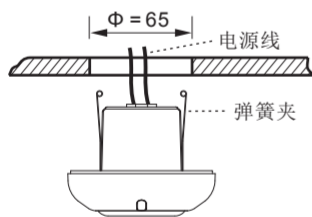

图 12
4.4.2.4 关闭感应器的两个弹簧夹，并将感应器插入天花板上的钻孔中（见图 12）。